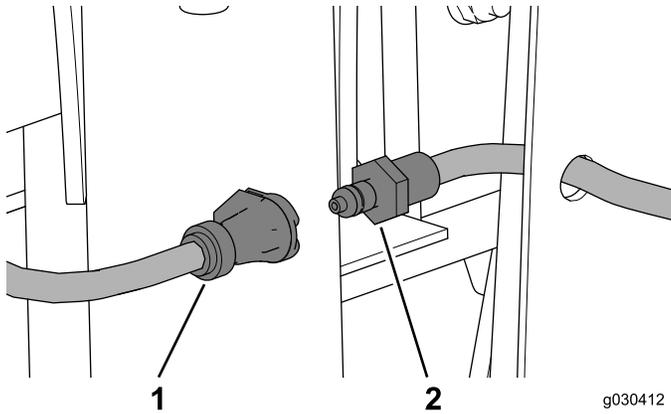

Bild 67
1. Schließen Sie den Schlauch der Scheibenwaschanlage ab (Bild 67).